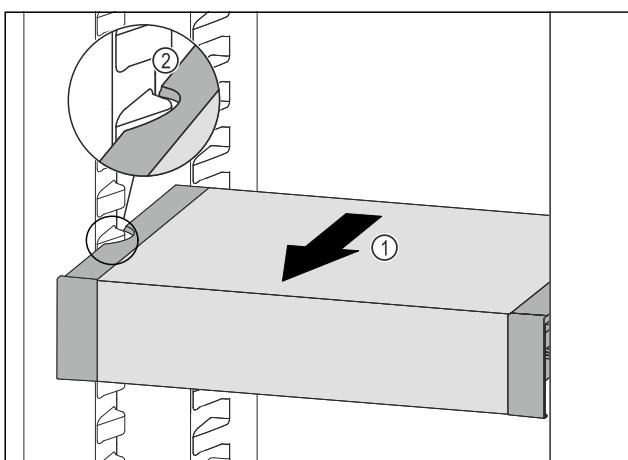

Fig. 151
▶ 向前拉动 VarioSafe Fig. 151 (1), 直至 VarioSafe 的侧部凹槽与冷藏区中的容器肋梁持平。 Fig. 151 (2)